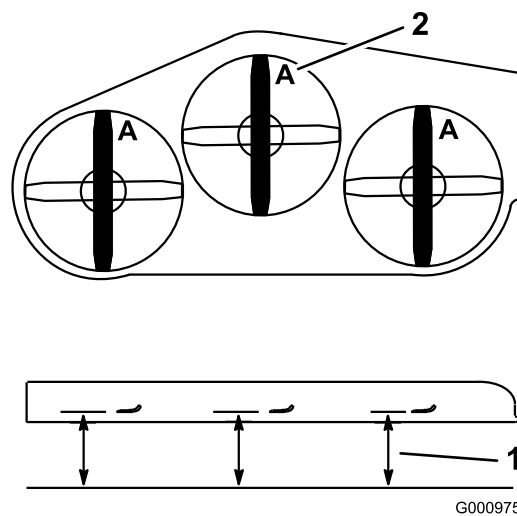

Figure 84
4. Au point A, mesurez l'écart entre la surface plane et le bord coupant de la pointe des lames (Figure 84).